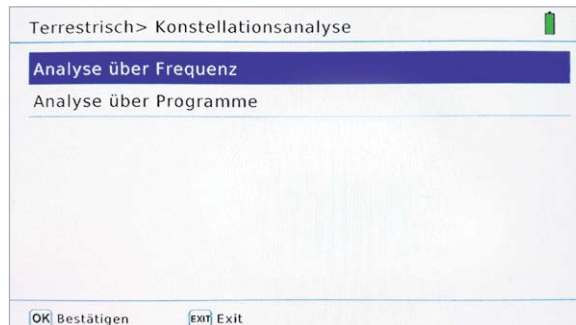
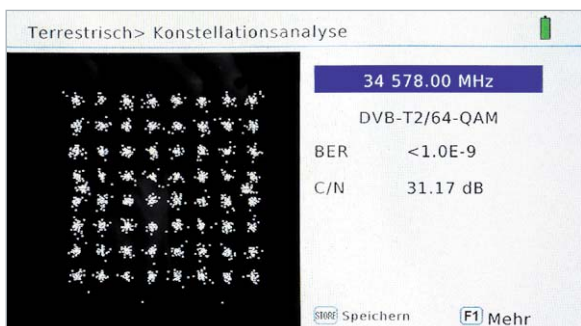
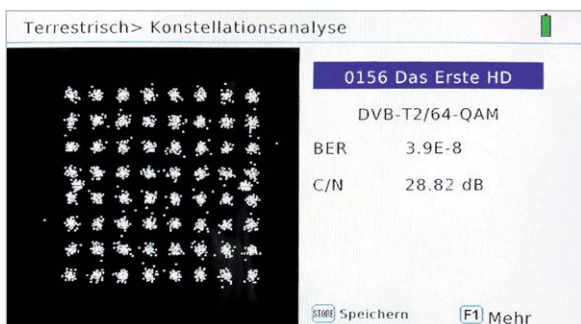

Bild 28: Das Konstellationsdiagramm lässt sich über die Kanal-frequenz oder ein Programm ermitteln.
Bild 29: Das DVB-T2-64-QAM-Konstellationsdiagramm bei 578 MHz mit Bitfehlerraten- und C/N-Wert
Bild 30: Das DVB-T2-64-QAM-Konstellationsdiagramm des Programms „Das Erste“ mit Bitfehlerraten- und C/N-Wert
**Konstellationsanalyse.** Nach dem Aktivieren dieses Icons wird der Screen zur Konstellationsanalyse geöffnet (Bild 28). Darin ist nur die Auswahl zwischen „Analyse über Frequenz“ und „Analyse über Programme“ möglich. Im ersten Fall wird ein zu analysierender Kanal über seine Frequenz oder Kanalnummer ausgewählt (Bild 29) oder über eines der gespeicherten Programme (Bild 30).